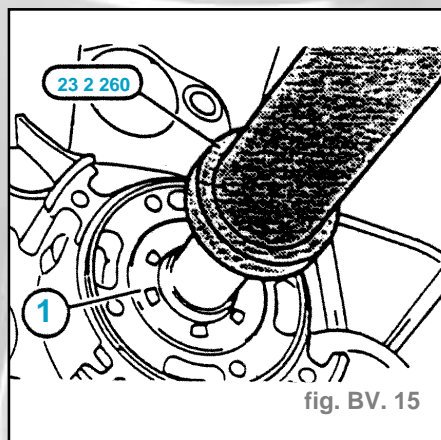

fig. BV. 15
- Emmancher la bague d'étanchéité radiale (1) à ras avec l'outil spécial **23 2 430** (fig. BV. 15).